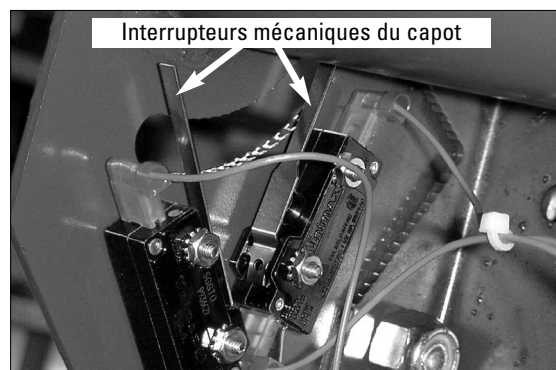
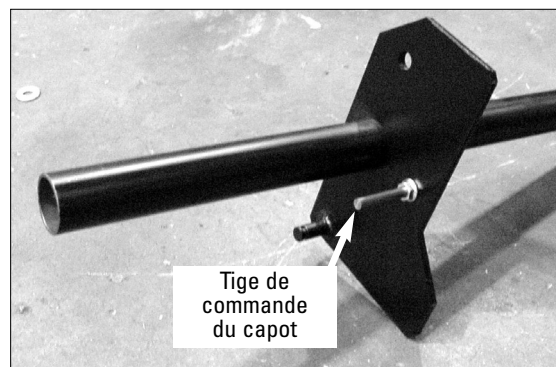

Figure 3 – Interrupteurs mécaniques du capot à l'intérieur du support du capot
Figure 4 – Tige de commande sur l'assemblage de la barre du capot
9. Situez la fente sur le support du capot repérée par la mention « Insérer la goupille ici ». La fente est recouverte de mousse de polystyrène pour séparer et protéger les interrupteurs mécaniques (voir Figure 3) situés sur la face intérieure du support. Lors du montage, faites très attention à ne pas endommager les interrupteurs avec la tige de commande (Figure 4).